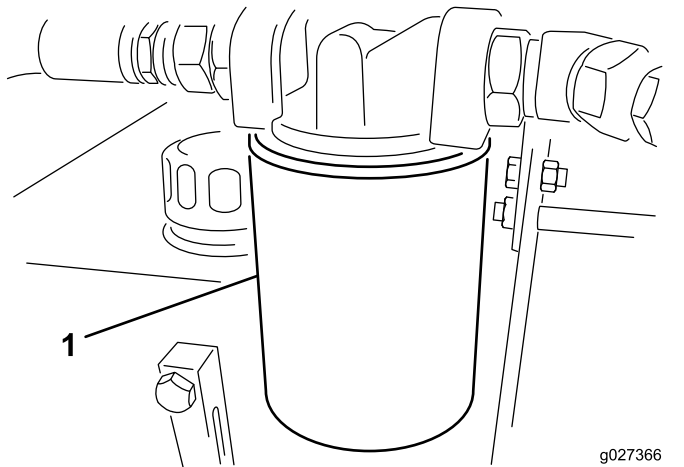

Figura 13
- Coloque um recipiente de escoamento debaixo do filtro e retire o filtro (Figura 13).